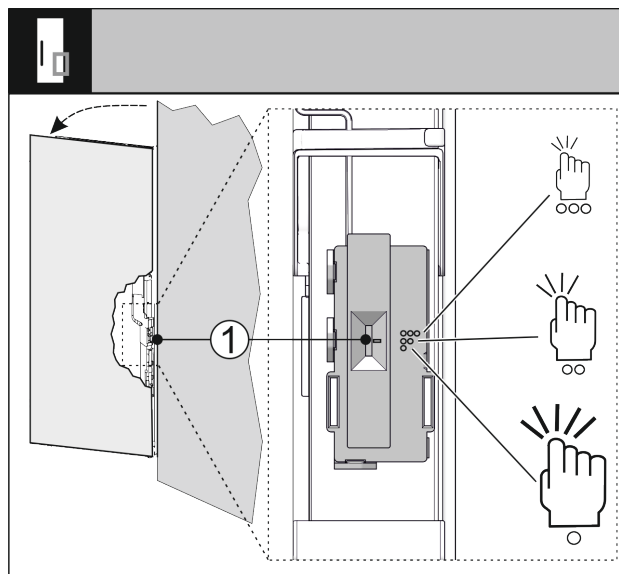

Fig. 34
Občutljivost signala trkanja lahko nastavite s stikalom Fig. 34 (1). Stikalo je na strani tečajev na spodnji tretjini vrat.
- ▶ Stikalo Fig. 34 (1) potisnite v želeno postavitev stikala.